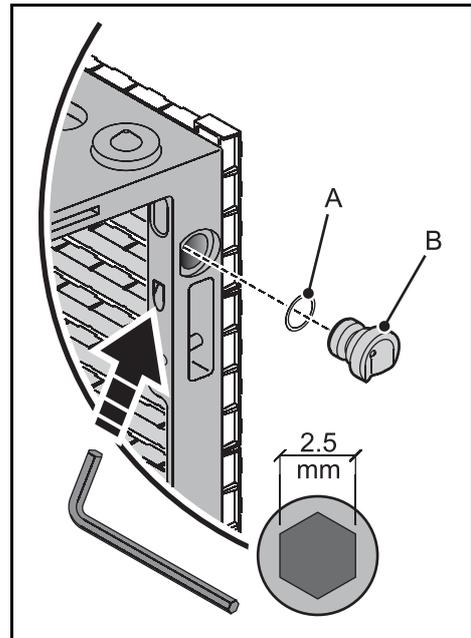

Figure 14: Retrait des cônes d'alignement horizontal
1. Voir Figure 14. Retirez les vis Allen 2.5 mm indiquées ci-contre et démontez les cônes d'alignement **B** et leur rondelle **A** situés en haut et en bas du panneau. Réservez ces composants pour une réutilisation ultérieure.